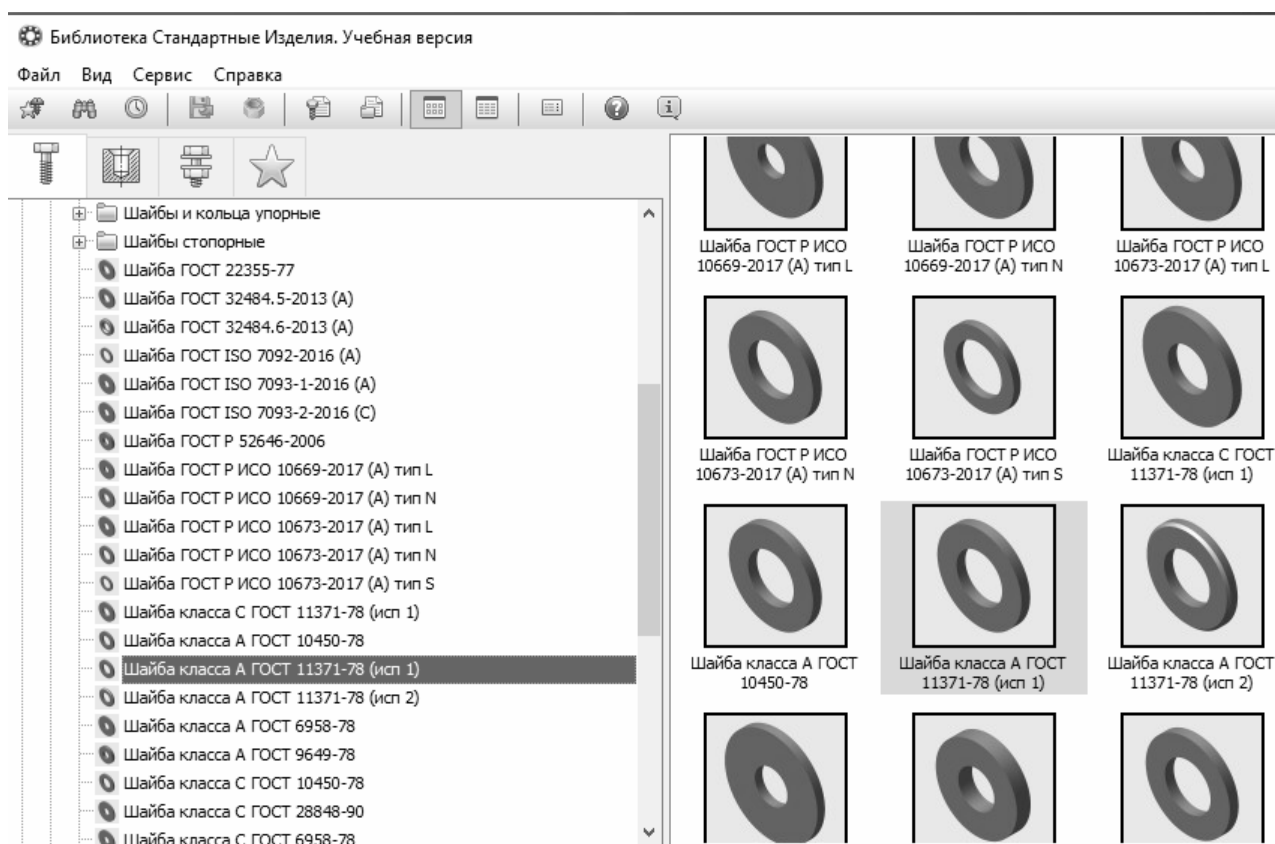

Рис. 6.1. Окно библиотеки «Стандартные изделия»
4. На вкладке «Стандартные изделия» раскройте последовательно списки **Крепежные изделия – Шайбы** (рис. 6.1).